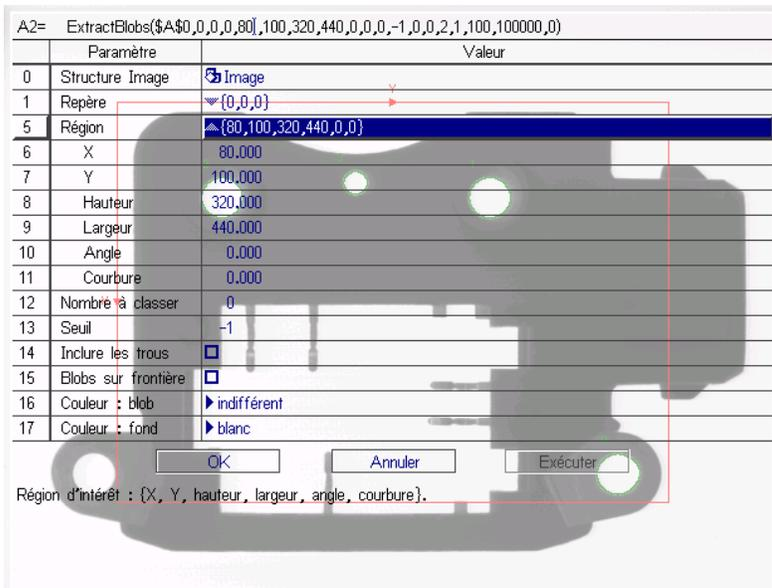

Figure 8-2. Feuille de propriétés ExtractBlobs
3. Sous **Outils de vision**, sélectionnez **ExtractBlobs** dans la sous-catégorie **Blob** pour ouvrir la feuille de propriétés ExtractBlobs (voir Figure 8-2. Feuille de propriétés ExtractBlobs).